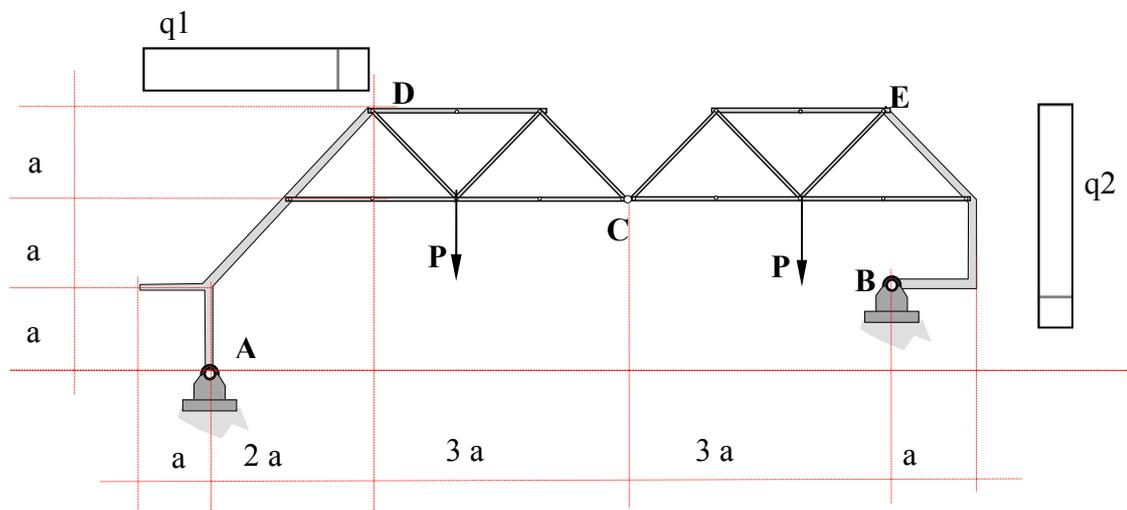

Fig. 4
7.e) Dada la estructura de la *Fig. 4*
7.e.a) Calcular las reacciones de vínculo externo (*Fig. 4*)
8.b) En la estructura de la *Fig. 4* desarrolle la LI del M_f en la sección intermedia entre el punto D y la primer barra horizontal del sistema reticulado empleando el método analítico. ($a=2\text{m}$)